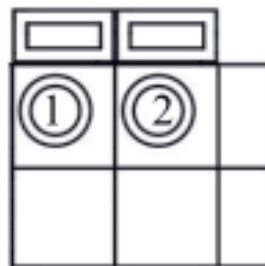

Рисунок 10 – Клеми порта «Сухий контакт».
Порт «Сухий контакт» реалізований на нормально розімкненому контакті електромеханічного реле. Ланцюги «Сухого контакту» виведені на клеми (рисунок 10). Реле перемикає «Сухий контакт» в замкнуте положення при виявленні пробою ізоляції або помилки заземлення. Користувач може використовувати його для видачі звукових або візуальних сигналів тривоги. Дане реле дозволяє комутувати наступні струми: до 0,25А при напрузі 250В (АС), до 0,5 при напрузі 125В (АС) до 2А при $U = 30$ (DC).